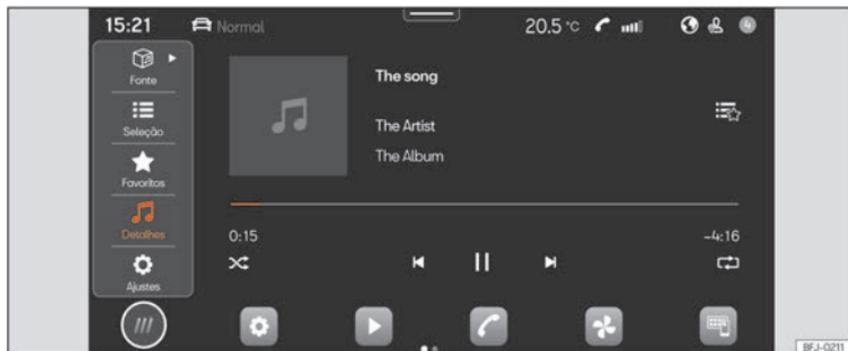

Fig. 151 Esquema: Vista Multimédia
- Pressione **HOME** > ► >>> Fig. 151.